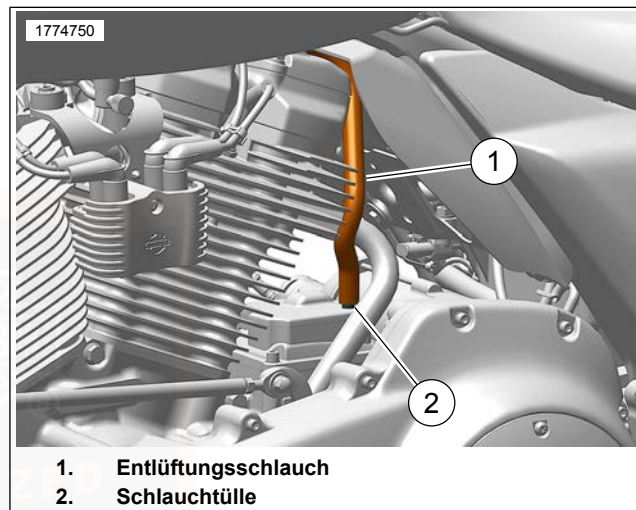

Abbildung 103. Entlüftungsschlauch
1. Siehe Abbildung 103. Den Entlüftungsschlauch (1) gerade nach oben von der Schlauchtülle (2) an der Oberseite des Getriebes abziehen.